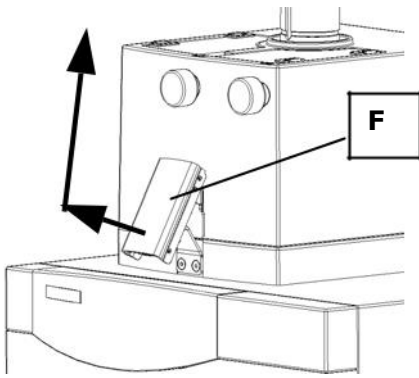

图1
- 抓住下面的机盖锁扣 **F** 并拉起。图1
- 抓住机盖向上开启。图1